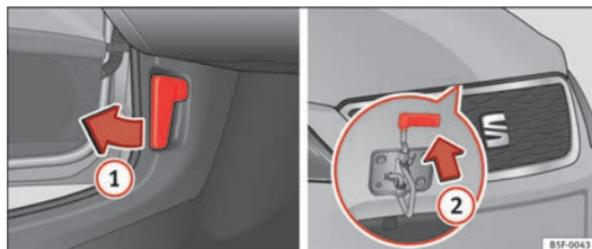

Fig. 112 Palanca de desbloqueo el espacio reposapiés del conductor y leva bajo el capó
- Tire de la palanca que hay por debajo del tablero de instrumentos en la dirección de la flecha ① ⇒ fig. 112.
- Haga presión hacia arriba sobre el saliente situado debajo del capó ⇒ fig. 112 ②. Al hacerlo, el gancho de sujeción queda desbloqueado.